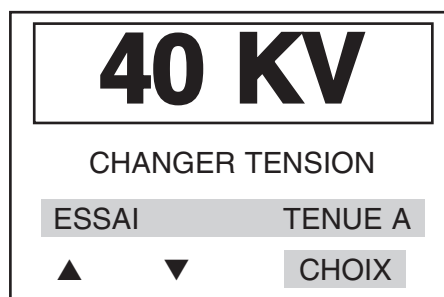

Fig. 11 Exemple d'affichage pour le réglage d'un essai de tenue en tension
2. Appuyer sur la touche de gauche intitulée "A". L'affichage apparaît comme sur celui de la figure 11. Utiliser les clés '▼', '▲' pour abaisser ou augmenter la tension d'essai de tenu jusqu'à la valeur choisie.